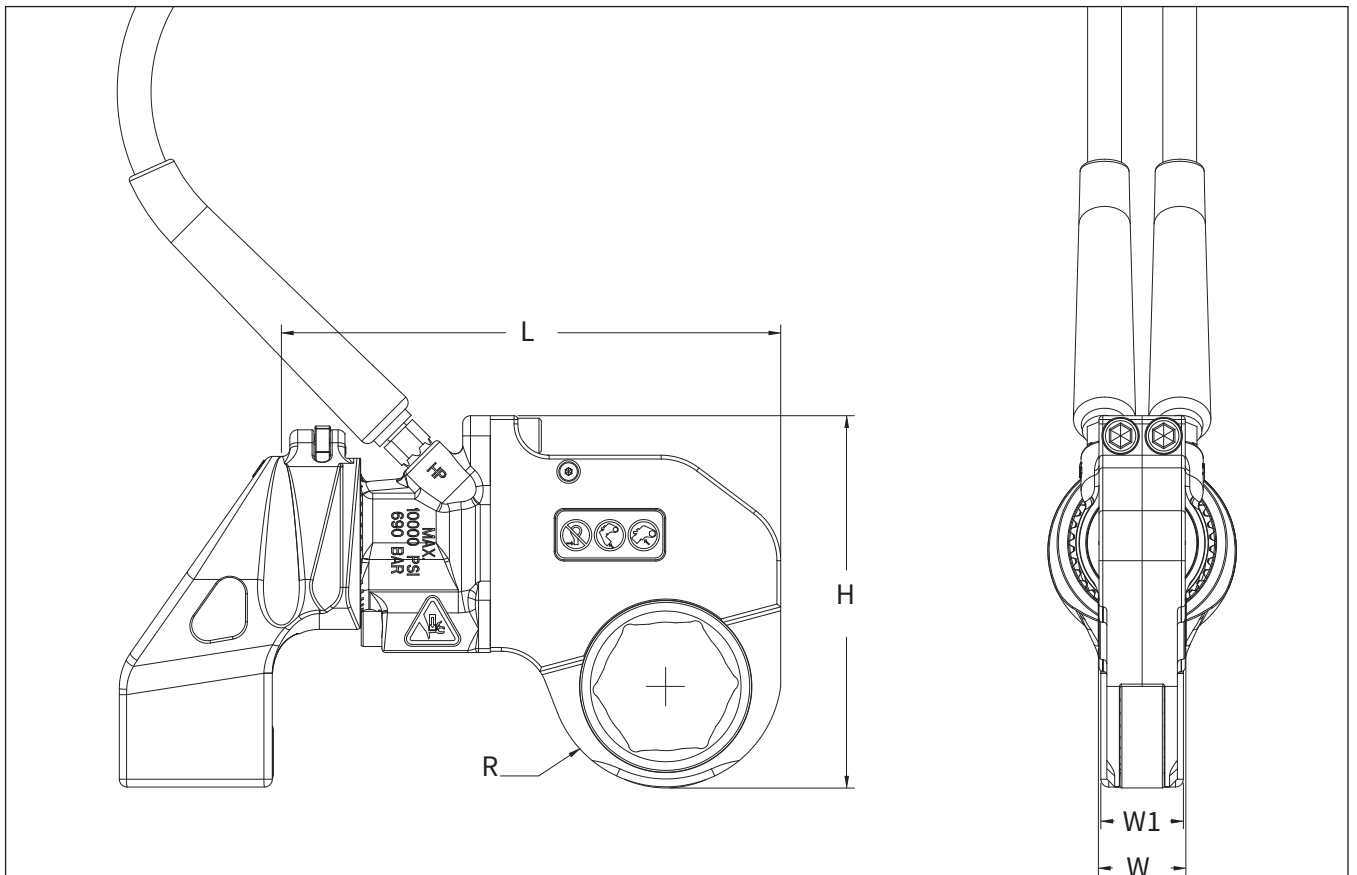

図7.3-1
7.4.1 ヤード・ポンド法表 - RSL BOP六角カセット (寸法AF、R、L、H、W、W1の位置については、図7.3-1を参照)
7.4.2 メートル法表 - RSL BOP六角カセット (寸法AF、R、L、H、W、W1の位置については、図7.3-1を参照)